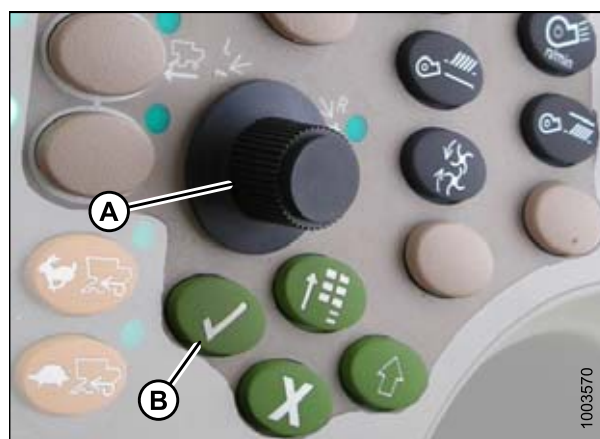

Рисунок 3.334: Консоль управления комбайна John Deere
- Выберите HEADER (ЖАТКА) в поле (A), выполнив прокрутку вниз с помощью ручки прокрутки, и нажмите кнопку с галочкой (ручка и кнопка показаны на рис. 3.334, страница 233).
- С помощью прокрутки перейдите к нижнему правому значку в виде стрелки в ромбе и нажмите кнопку с галочкой (B), чтобы выбрать его.